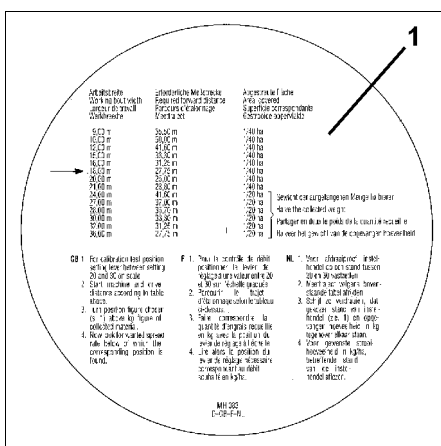

Рис. 32
4. Таблица для определения необходимого контрольного участка [м] (Рис. 32).
- По таблице (Рис. 32/1) определите для необходимой ширины захвата **18 м** требуемый контрольный участок **27,75 м**.